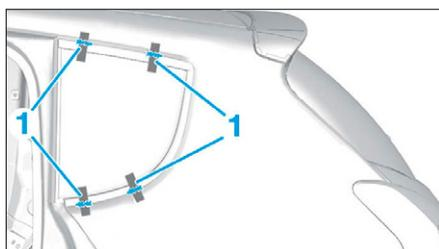

FIG. 8
- Positionner des rubans adhésifs (1) et les couper en cas de récupération de la vitre de custode (Fig.8).